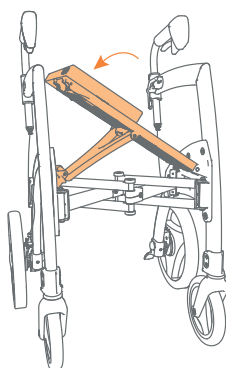

Figure 8 : Pousser le siège jusqu'à entendre un clic.
- b. Poussez le siège vers le bas avec votre main jusqu'à ce que vous entendiez un « clic ». Important : le siège n'est bien sécurisé qu'après avoir entendu le « clic » (**Figure 8**).